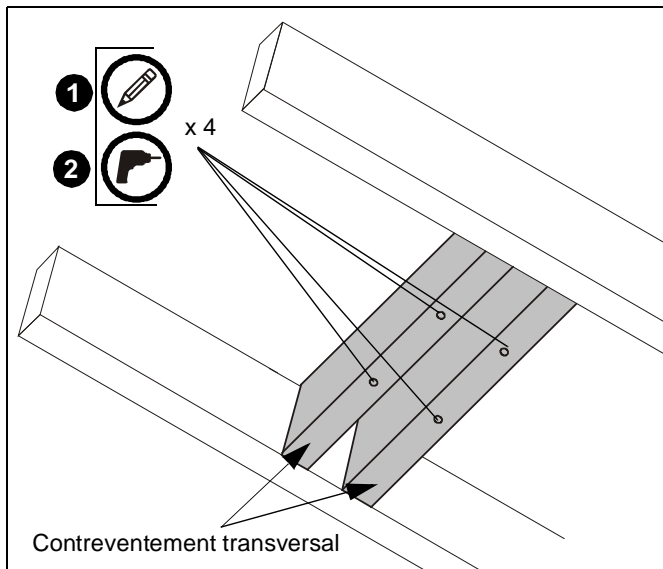

Figure 1
1. En utilisant la plaque pour plafond (A) comme gabarit, marquez les emplacements des quatre trous de guidage (Voir la Figure 1). Assurez-vous que les emplacements se trouvent au centre des solives en bois.
2. Percez des trous de guidage de 5,6 mm (7/32") de diamètre dans les contreventements transversaux des montants en bois. (Voir la Figure 1) Assurez-vous que les trous de guidage sont droits.